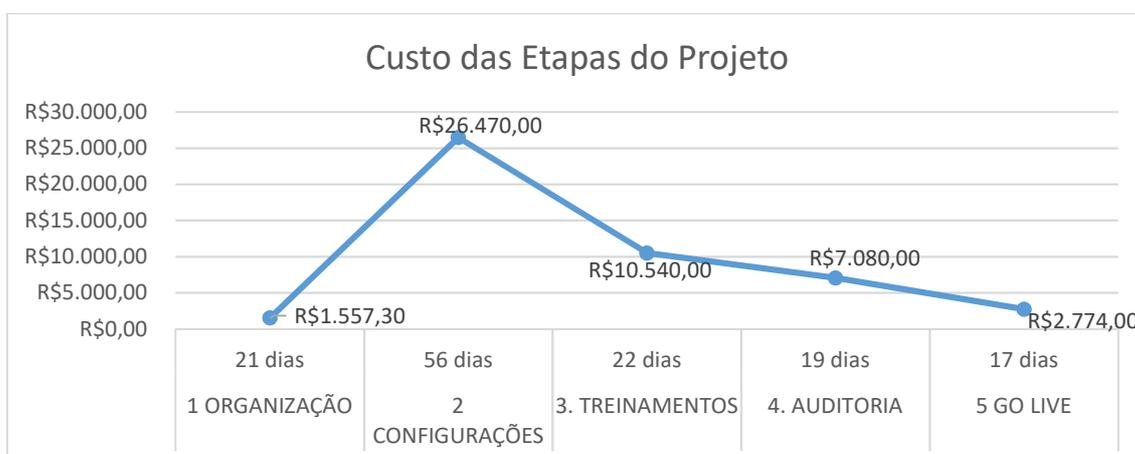

Figura 4 – Fluxo de Caixa
7.4.3. Análise Financeira do projeto está apresentado na figura 4:
Pode se observar na figura 4, que demonstra o fluxo de caixa previsto, pelas etapas do projeto.